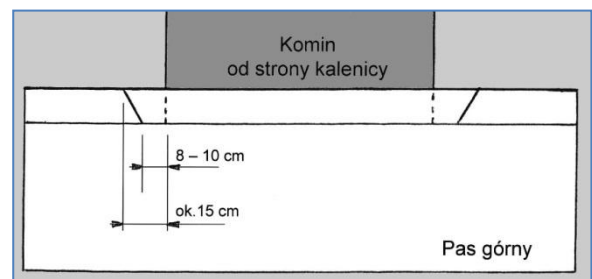

rys.16
9. Dolna krawędź kołnierza pasa bocznego nie jest nacinana lecz zaginana (rys.16). Zagięcie to powinno zaciskać się mocno na krawędzi komina, stykając się z kołnierzem pasa dolnego (rys.16 i 17).